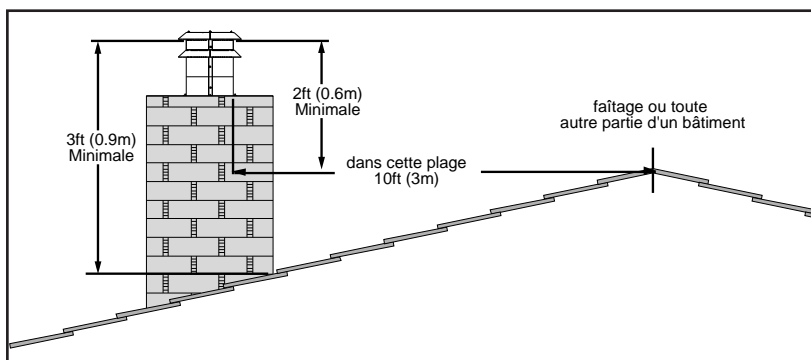

Figure 20: autorisations de toit
3 ft (0.9 m)	Dégagement au-dessus du plus haut point où elle traverse une surface de toit, reportez-vous à la Figure 20.
24 in (0.6 m)	Dégagement au-dessus d'une crête du toit, toute autre partie d'un bâtiment, ou tout autre obstacle à une distance horizontale de 10 pieds (3 m), reportez-vous à la Figure 20.
8. Appliquez un cordon de mastic à base de ciment sur le tuyau de Ø3 "(76mm) de la sortie de ventilation. Faites glisser la gaine flexible sur la bouche de ventilation et fixez-la avec trois (3) vis à tôle espacées de manière uniforme.
9. Placez un cordon de silicone à haute température sur le collier d'admission de la bouche de ventilation. Faites glisser la gaine de prise flexible Ø3 "(76mm) sur le collier, fixez la gaine flexible avec trois (3) vis à tôle espacées régulièrement. Fixez la bouche d'évent à la cheminée en utilisant un produit d'étanchéité approprié et conformément aux codes de construction locaux.
10. Si l'ouverture du foyer est inférieure à 610 mm (24 "), retirez la plaque du collier de ventilation du haut de l'insert en dévissant la vis de Torx T-20 située sur la partie supérieure centrale du poêle au-dessus de l'ouverture de la porte (voir Figure 20). Faites glisser la plaque de collier vers l'arrière. Fixez correctement la plaque du collier de ventilation au revêtement (s) de conduit de ventilation flexible (s) précédemment installé (s) dans la cheminée. Veillez à ne pas trop étirer la doublure.
11. Appliquez un cordon de mastic à base de ciment sur la partie supérieure de la plaque de collet d'évacuation Ø3 "(76mm). Faites glisser le conduit de Ø3 "(76mm) sur la buse et fixez-le avec trois (3) vis à tôle espacées régulièrement.
12. Placez un cordon de silicone haute température sur le collier d'admission du foyer, faites glisser la doublure d'admission flexible Ø3 "(76mm) sur le collier, fixez la gaine flexible avec trois (3) vis à tôle espacées régulièrement.